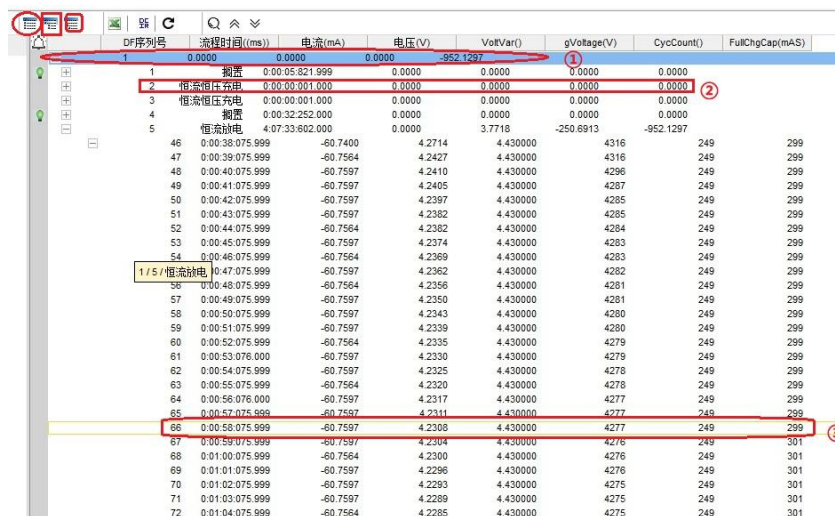

图 6-19 数据显示界面
测试数据分循环层测试数据，工步层测试数据和记录层测试数据，如图 6-19 所示；点击工具栏上循环层 (1)、工步层 (2)、记录层 (3)，或右键测试数据，选择“折叠/展开”，实现相关数据的折叠/展开。通过查看不同的电池性能参数，可对电池数据进行相关分析。